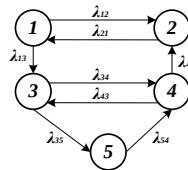

Рис. 9
22. Размеченный граф состояний системы имеет вид, показанный на рис. 9. Написать уравнения Колмогорова для вероятностей состояний и указать, при каких начальных условиях их нужно решать, если в начальный момент система S с вероятностью $1/2$ находится в состоянии 1 и с вероятностью $1/2$ - в состоянии 2.